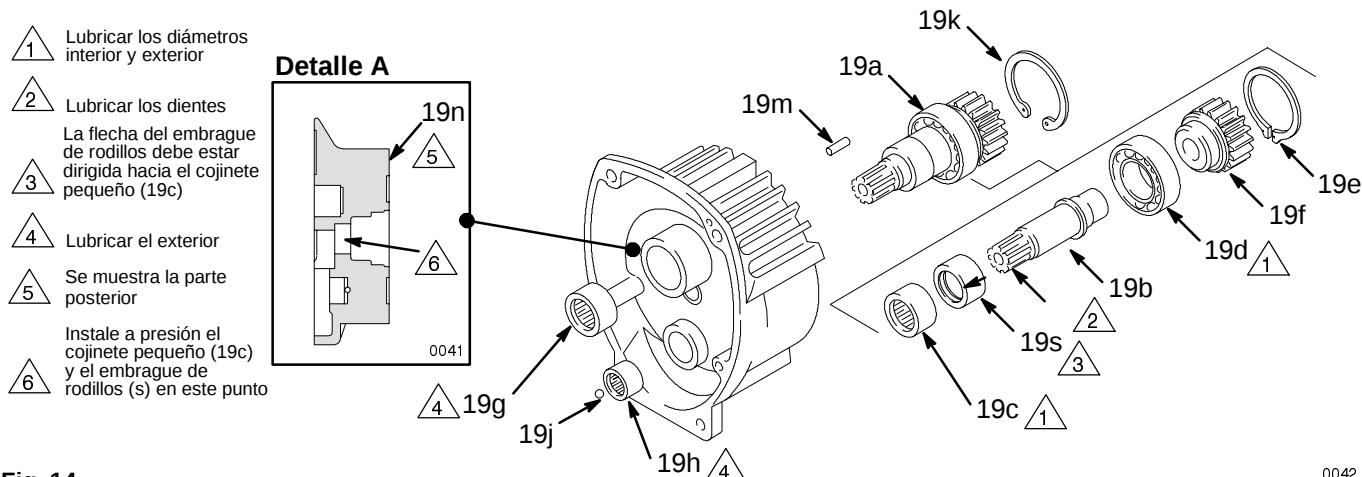

Fig. 14
NOTA: Consulte la Fig. 14 a menos que se indique lo contrario.
5. Aplique lubricante en las piezas, de la forma indicada en la Fig. 14.
- El cojinete pequeño (19c) y después el embrague de rodillos (19s), con la flecha dirigida hacia el cojinete pequeño, en la parte trasera del alojamiento (19n). Vea el **Detalle A** de la Fig. 14.